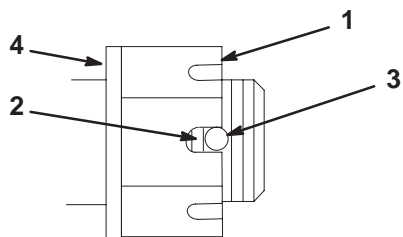

Figure 60
4. Serrez le boulon crénelé à 170 Nm (125 pieds-livre) (Fig. 60).
5. Contrôlez la distance entre la base de la fente de l'écrou et le bord intérieur du trou. On ne doit pas voir plus de deux filets (Fig. 60).
6. Si plus de deux filets sont visibles, enlevez l'écrou et placez une rondelle entre le moyeu et l'écrou (Fig. 60).
7. Serrez le boulon crénelé à 170 Nm (125 pieds-livre) (Fig. 60).
8. Serrez l'écrou jusqu'à ce que le jeu de fentes suivant soit en face du trou de l'axe (Fig. 60).